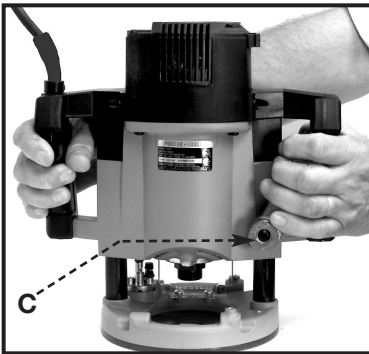
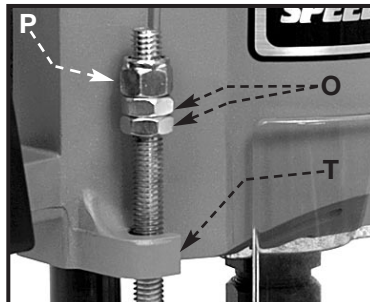

Fig. 4
Fig. 8
2. Relâchez le mécanisme de plongée en tirant le levier de blocage (C) Fig. 4 vers la gauche, et abaissez le mécanisme de plongée jusqu'à ce que la mèche fasse tout juste toucher à la surface de travail. Relâchez le levier et poussez vers la droite pour bloquer le mécanisme à cette position.
6. Dans certaines applications, il peut être désirable de limiter la course vers le haut du mécanisme de plongée. Ceci peut être réalisé de la manière suivante : (1) relâchez le blocage de plongée en déplaçant le levier de blocage de plongée (C) Fig. 4 vers la gauche, et déplacez le moteur jusqu'à la hauteur maximale désirée ; (2) relâchez le levier de blocage et poussez le levier vers la droite afin d'assujettir le moteur à cette position ; (3) utilisez deux clés à molette de 9/16 po (non fournies) pour déplacer les écrous limiteurs de course (O), Fig. 8, contre le dessus de l'ergot (T), Fig. 8, du carter du moteur, et calez les écrous ensemble pour bloquer.
NE TENTEZ PAS d'accroître la course de la plongée en réajustant l'écrou de butée (P) Fig. 8. Un accroissement de la course au-delà de 3 po peut causer un blocage du mécanisme.